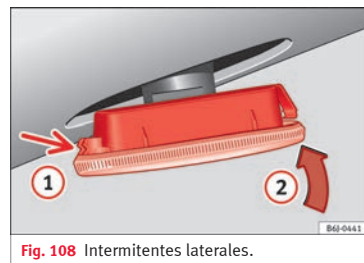

Fig. 108 Intermitentes laterales.
- Coloque el intermitente en primer lugar en el orificio de la carrocería, encajando las pestañas **1** » » fig. 108, y a continuación encaje la lámpara como indica la flecha **2** » » fig. 108.